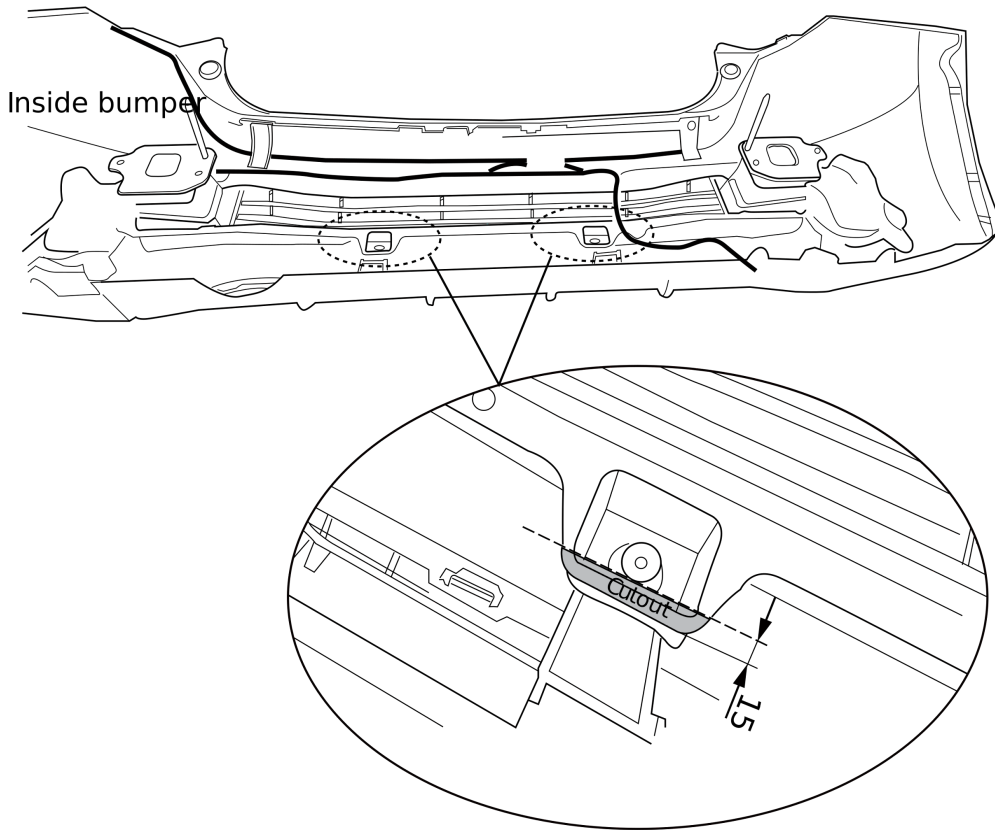

Fig. 3
6. Отпилить обозначенную часть, как указано на рис. 3.